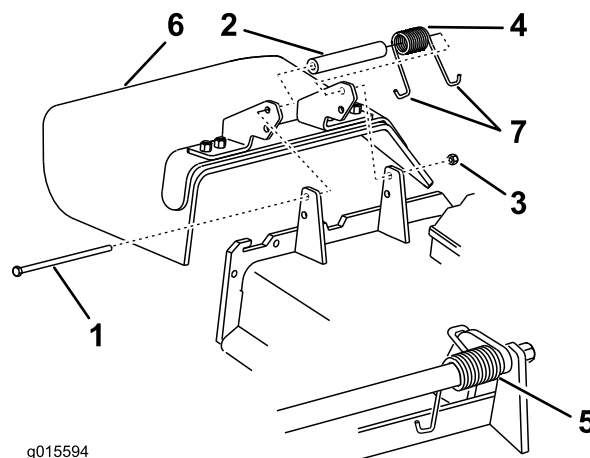

Bild 62
- Entfernen Sie die Sicherungsmutter, Schraube, Feder und das Distanzstück, mit denen das Ablenkblech an den Drehhalterungen befestigt ist (Bild 62). Entfernen Sie defekte oder abgenutzte Ablenkbleche.
Hinweis: Achten Sie darauf, dass ein J-förmiges Federende hinter der Mähwerkseite installiert wird, bevor Sie die Schraube wie in Bild 62 gezeigt einsetzen.
- Setzen Sie die Schraube und Mutter ein. Führen Sie ein J-förmiges Hakenende der Feder um das Ablenkblech (Bild 62).